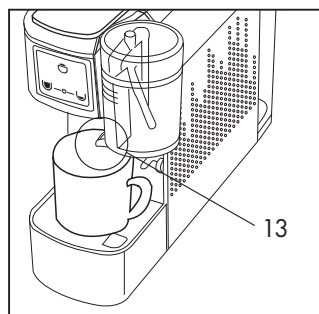

Fig. 21
- Cierre el soporte (11) y coloque la taza directamente sobre la rejilla. Controle que la tolva del vaso de la leche (13) esté orientada en la taza. **(Fig. 21)**